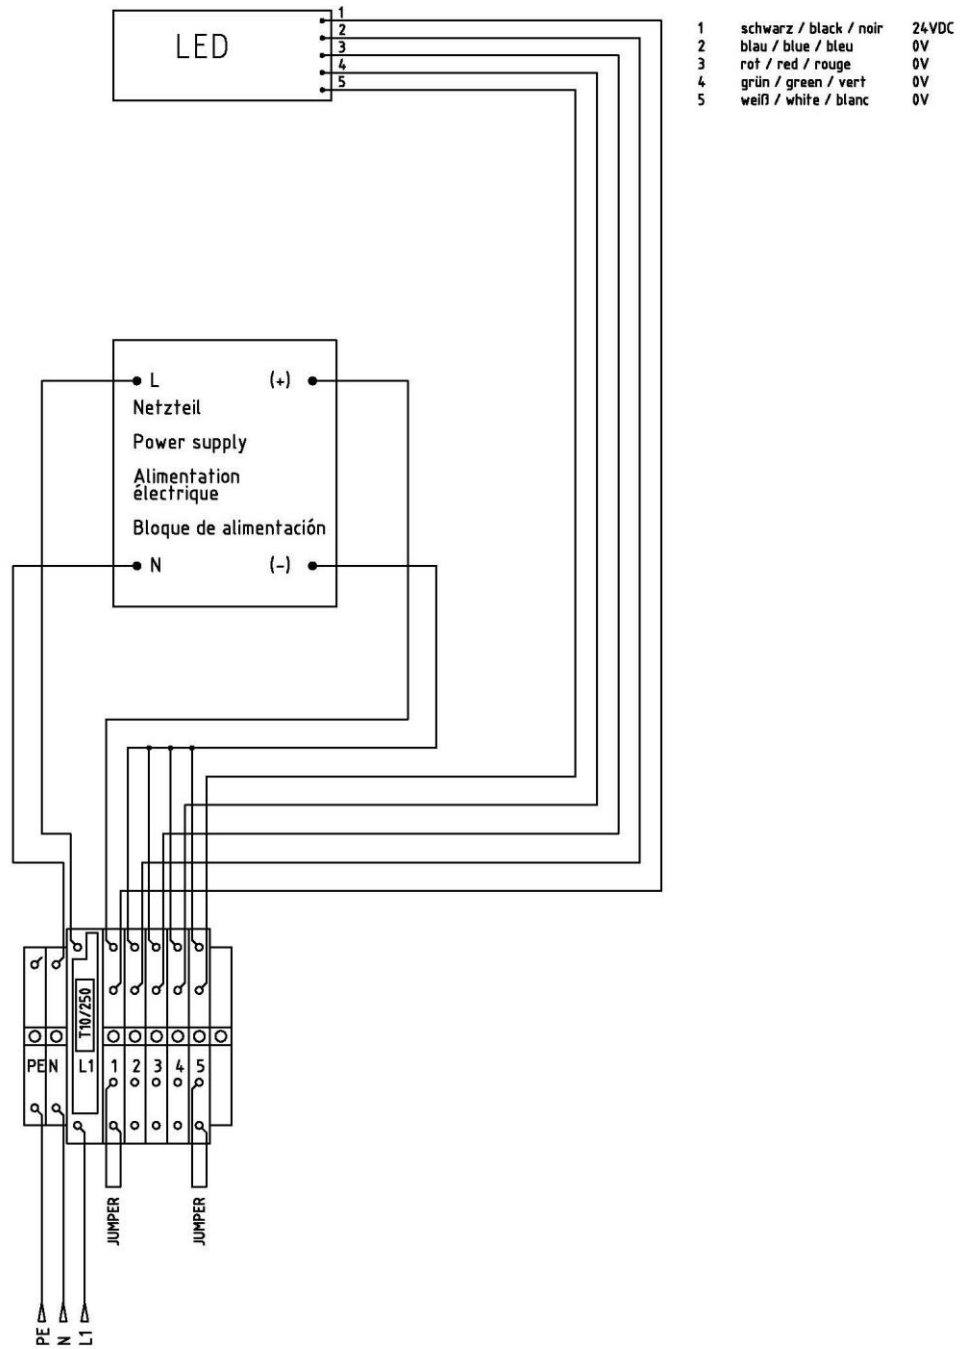

Abbildung 37
- Führen Sie die Verdrahtung gemäß Abbildung 37 durch.